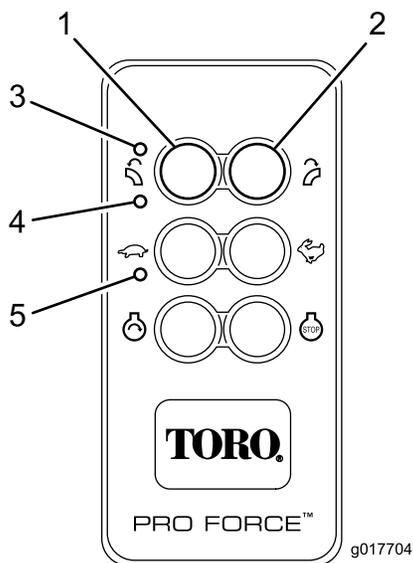

Figura 12
Il telecomando si attiva (accende) premendo qualsiasi pulsante. I LED TX e RX lampeggiano per indicare che il telecomando è attivo e comunica con la macchina. Per conservare l'energia della batteria, il telecomando resta attivo per circa tre (3) secondi prima di spegnersi automaticamente in assenza di attività sui pulsanti entro il limite dei tre secondi. Trascorso il tempo indicato, l'unità si spegne e l'attività dei LED del telecomando si interrompe (Figura 12). Premete un pulsante per riattivare il telecomando.